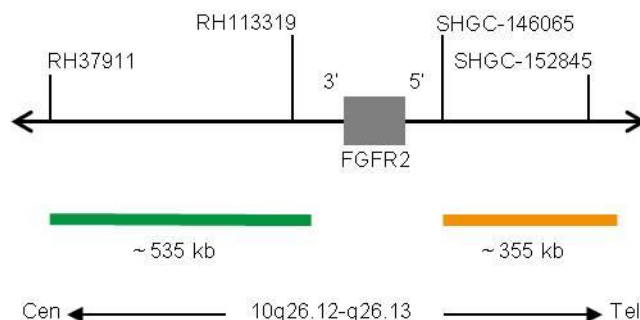

Fig. 1: SPEC FGFR2 Mapa de la sonda (no está a escala)
- Polinucleótidos marcados en verde (excitación a 503 nm/emisión a 528 nm) ZyGreen (~10 ng/μl), dirigidos a secuencias localizadas en 10q26.12-q26.13* (chr10:122,632,462-123,166,030) proximales a la región del punto de ruptura de FGFR2 (ver Fig. 1).
- Polinucleótidos marcados en naranja (excitación a 547 nm/emisión a 572 nm) ZyOrange (~4,5 ng/μl), dirigidos a secuencias localizadas en 10q26.13* (chr10:123,436,230-123,791,279) distales a la región del punto de ruptura de FGFR2 (ver Fig. 1).